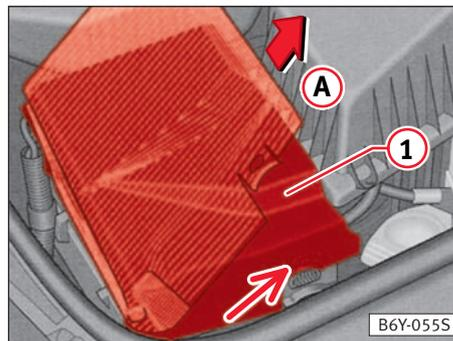

Fig. 129
- Tire ligeramente de las pestañas laterales de la tapa de la batería ⇒ flecha, fig. 129. Levante la tapa a unos 45° y sáquela tirando en dirección a la flecha ①.